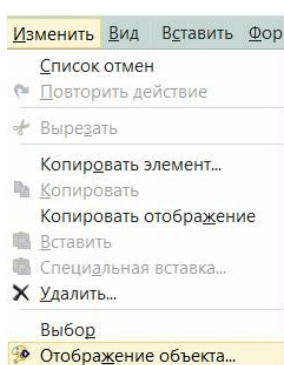

рис.133
- Для этого в падающем меню «Изменить» существует команда «Изменить \ **Отображение объекта**» (рис.133).